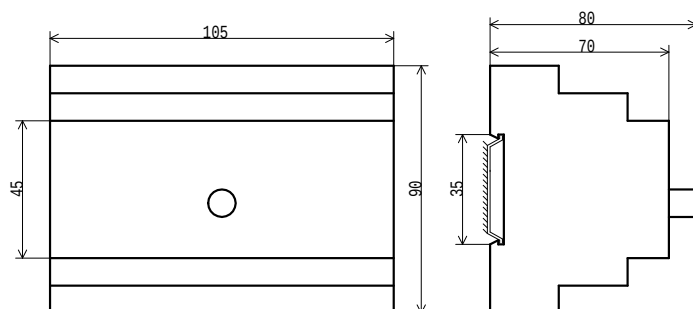

Рис. 1 Габаритные и установочные размеры БУАВР1
3.38. Габаритные и установочные размеры БУАВР1 приведены на рис. 1.
4.2. Габаритные и установочные размеры БУАВР1 приведены на рис. 1.